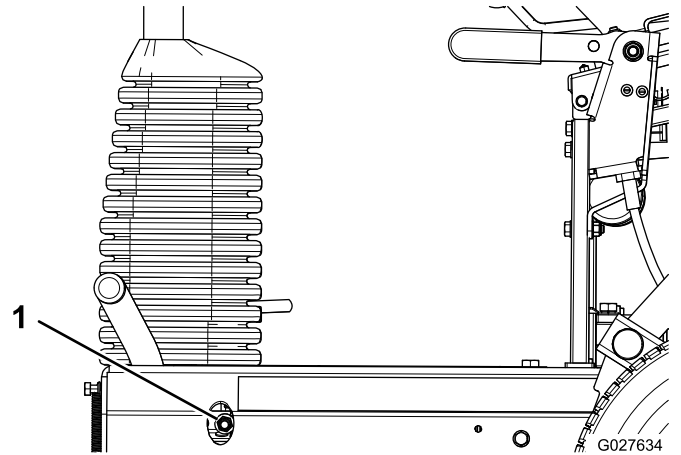

Figura 37
- Para aumentar la resistencia del freno, apriete la contratuercas del freno (Figura 37).
- Para reducir la resistencia del freno, afloje la contratuercas del freno (Figura 37).